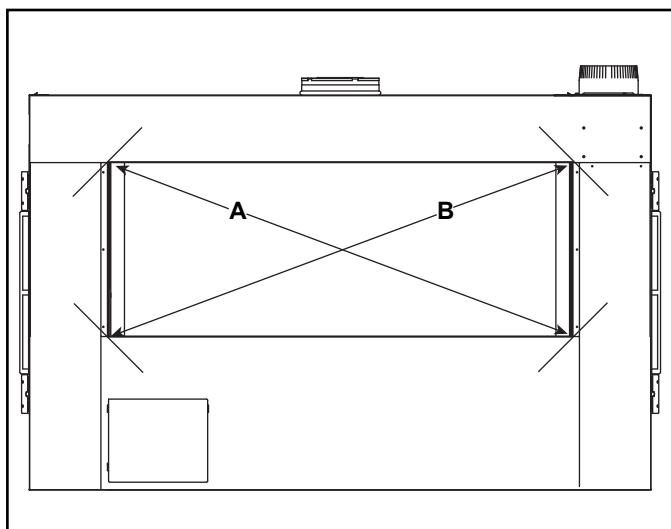

Figure 6.3 Positionnement de l'appareil à l'équerre
La figure 6.3 illustre comment positionner et fixer l'appareil. Les languettes à clouer permettent de fixer l'appareil aux éléments de la charpente.
- "Placez l'appareil à l'équerre comme indiqué dans la figure 6.3.